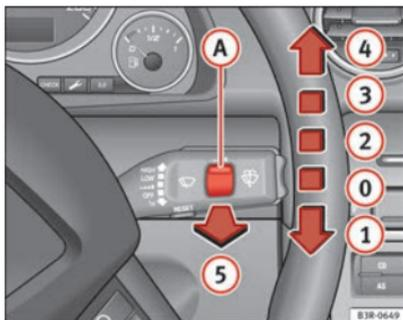

Fig. 100 Palanca del limpiaparabrisas
La palanca del limpiaparabrisas ⇒ fig. 100 tiene las siguientes posiciones:
Con las luces conectadas, accione el barrido automático del limpia / lavaparabrisas ⇒ fig. 100 ⑤ tirando de la palanca durante más de 1 segundo.